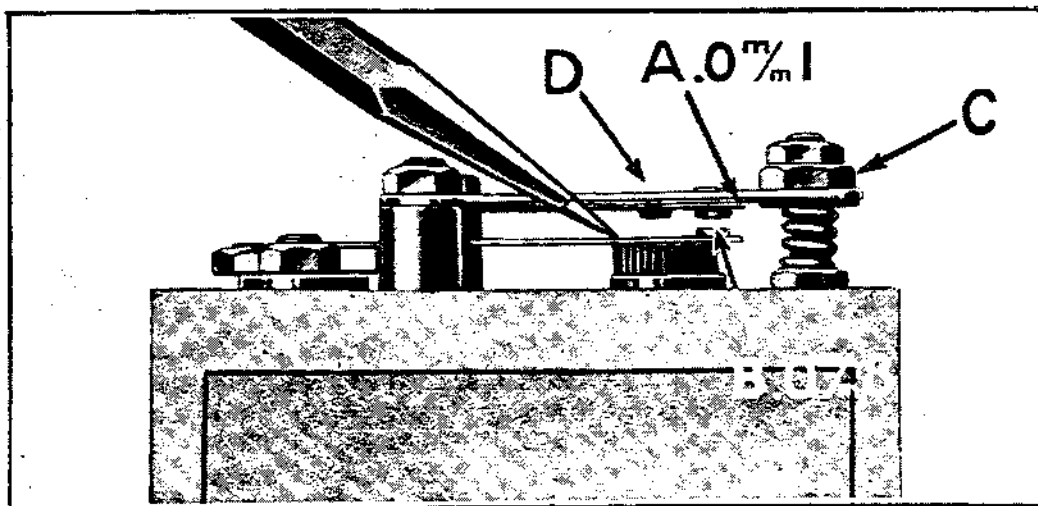

Fig. 504
**1006** — Lors du montage du trembleur et barrette neufs, il est très important d'avoir un écartement uniforme d'environ 0 m/m 1, entre la lame de contact et la barrette. (Voir A, fig. 504.) L'écartement doit être uniforme sur toute la longueur de la lame.
**1009** — Lorsqu'une bobine est convenablement réglée, elle donne une seule bonne étincelle à chacun des 16 points de la couronne avec l'ampèremètre à 1,3 et le voltmètre à 6. Le fait de produire en un point quelconque plus d'une étincelle, est une indication que la lame de la barrette ne fonctionne pas librement. Ce défaut se corrige en tapant légèrement sur le rivet de la lame. (Voir D, fig. 504.)